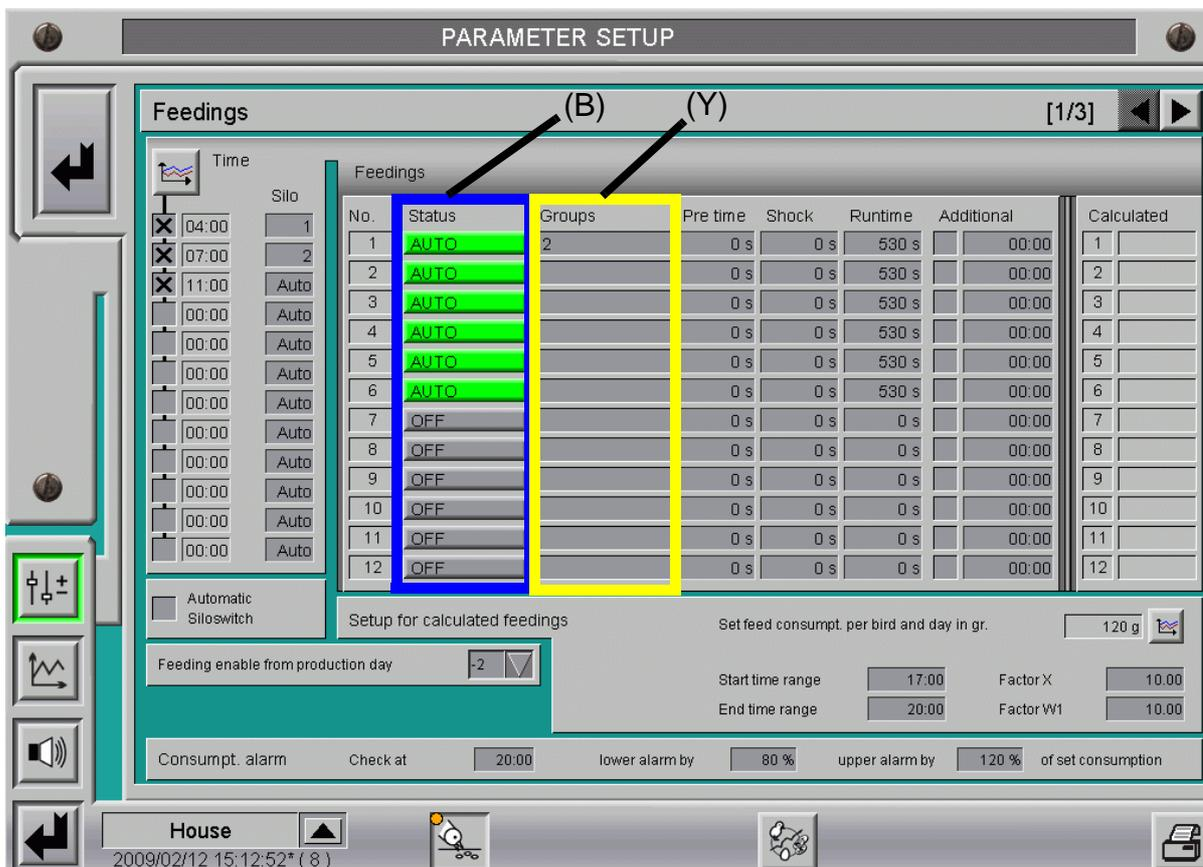

Ilustración 3-11: Campo de estado de los grupos individuales
En el campo marcado en amarillo (Y) de la ilustración 3-11, se puede determinar la secuencia de los grupos para la alimentación.